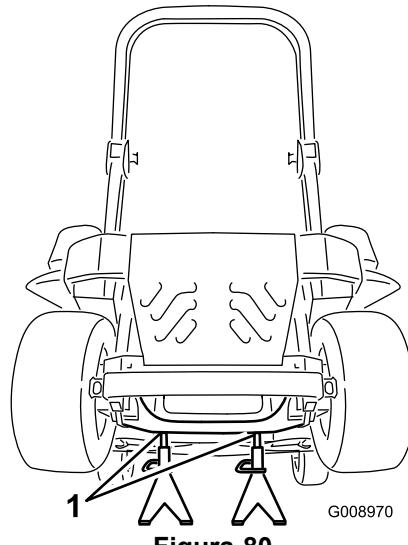

Figura 80
3. Sollevate la macchina e sostenetela su cavalletti (Figura 80).
9. Rimuovete i cavalletti metallici e abbassate la macchina (Figura 80).